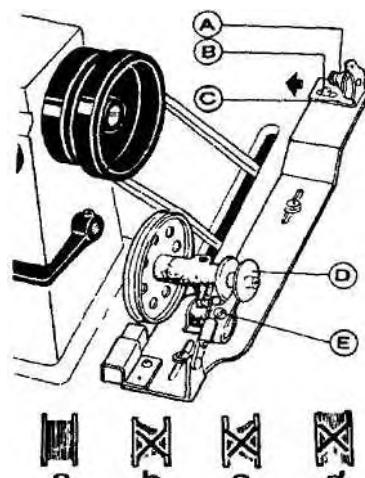

Рис.16.
Если с одной стороны шпульки намотано больше нити, как показано на рис. 16 (b), переместите натяжной держатель вправо, если с одной стороны шпульки намотано больше нити, как показано на рис. 16 (c), переместите натяжной держатель влево, пока нить не начнет наматываться равномерно, как показано на рис. 16 (a), затем затяните винт (B).